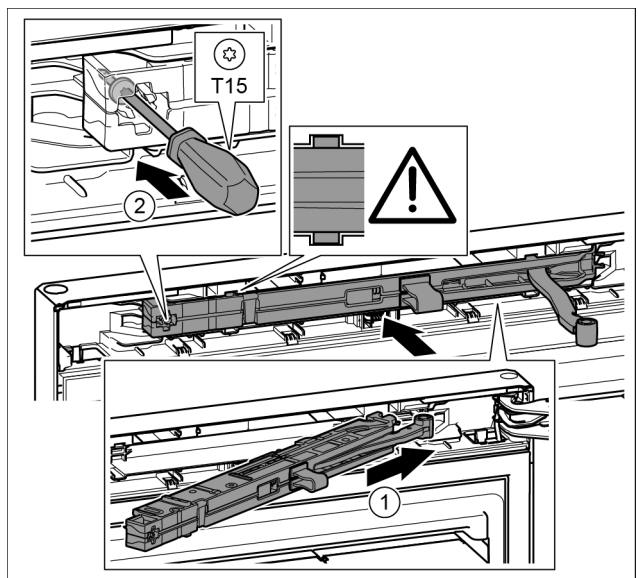

Fig. 41
- ▶ Ωθήστε τη μονάδα αποσβεστήρα κλεισίματος στην πλευρά του στηρίγματος μέχρι να τερματίσει λοξά στην εγκοπή. Fig. 41 (1)
- ▶ Σφίξτε τη βίδα με κατσαβίδι T15. Fig. 41 (2)